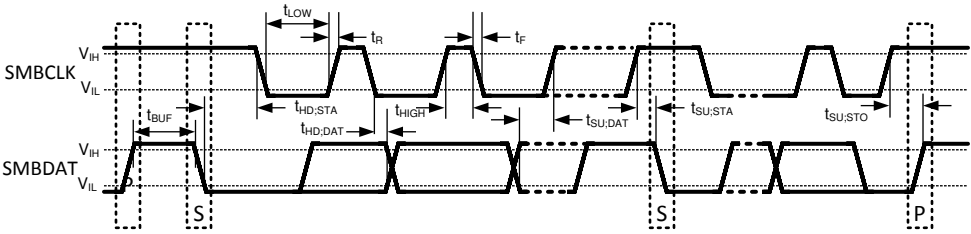

图 5-1. SMBus 通信
- (1) 绝对最大额定值表示超过之后可能对器件造成损坏的限值。运行额定值表示器件可正常工作的条件，但不保证特定性能限制。有关保证的规格和测试条件，请参阅“电气特性”。保证的规格仅适用于所列出的测试条件。当器件未在列出的测试条件下运行时，某些性能特性可能会降级。不建议在超出最大运行额定值的情况下运行器件。
- (2) 如果任何引脚处的输入电压 (V_I) 超过电源 (V_I < GND 或 V_I > V_{DD})，则该引脚处的电流不应超过 5mA。图 5-1 和表 5-1 显示了 LM95231 引脚的寄生元件和/或 ESD 保护电路。请注意，不要对引脚上的寄生二极管 D1 进行正向偏置：D1+、D2+、D1-、D2-。如果超过 50mV，可能会破坏温度测量结果。
- (3) 连接到具有 1 盎司金属箔的印刷电路板且无气流时的结至环境热阻：